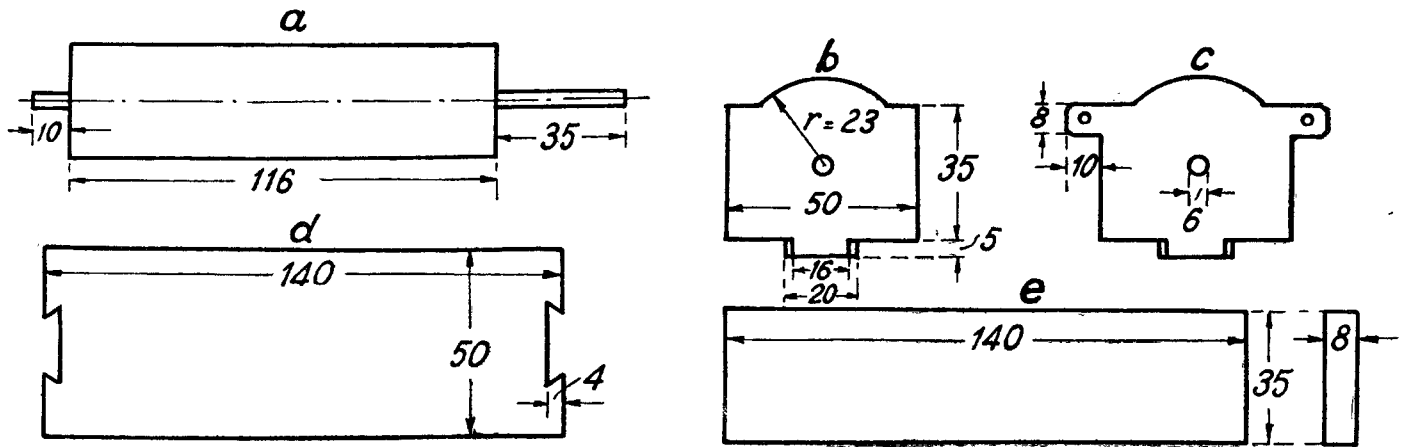

Рис. 3.
4. Кусок железной проволоки для оси диаметром 5 мм (рис. 3—a).
1. Деревянный вал из крепкого дерева, диаметром около 30 мм и длиной 115 мм (рис. 3—a).
надевают две металлические шайбы (можно от гнезд) и между ними помещают спиральную пружину (витков в 6—8). Эта пружина будет помогать щетке, лежащей на кольце с выпуклостями, удерживать валик коммутатора от произвольного вращения. Передняя и задняя стенки при помощи столярного клея укрепляются на нижней части коммутатора (рис. 3, д).